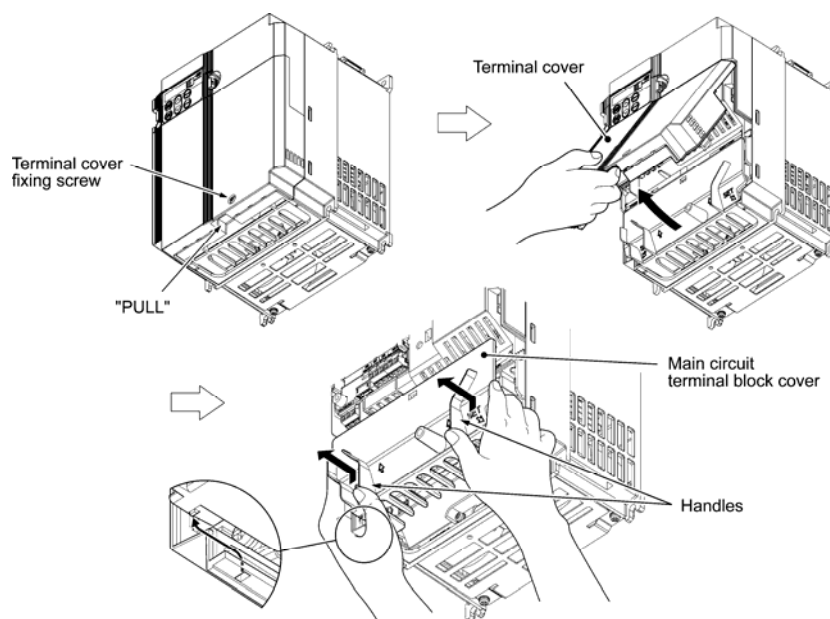

Figura 3.2 Come togliere i coperchi (per inverter con potenza di 5.5 kW e 7.5 kW)
(2) Per inverter con potenza di 5.5 kW e 7.5 kW
- ① Per togliere il coperchio della morsetteria, svitare prima la vite di bloccaggio, mettere un dito nella concavità (con la scritta "PULL") e tirare il coperchio verso l'alto e verso di sé.
- ② Per togliere il coperchio della morsetteria del circuito principale, mettere i pollici sulle impugnature del coperchio e spingerlo verso l'alto tenendolo stretto (figura 3.2).